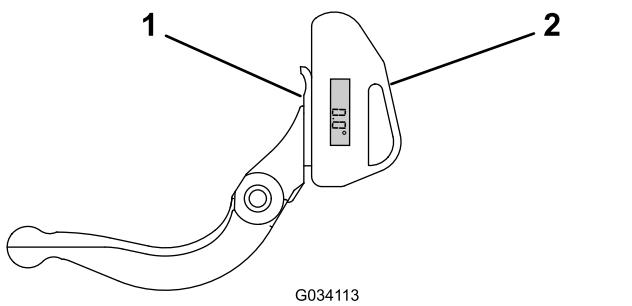

図 12
1. 図 12に示すように、ベッドナイフの裏面に傾斜計を置く。